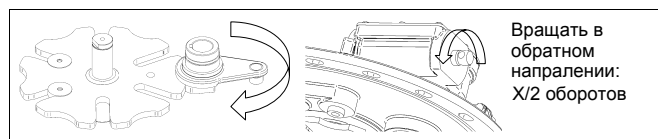

рис. 129
3) Теперь вращайте приводной вал обратно против часовой стрелки на половину подсчитанного числа оборотов (**рис. 129**).